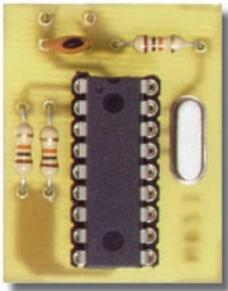

Figure 6 : Photo d'un des prototypes du circuit de commande de l'émetteur.
Tous les composants, visibles sur les figures 6 (TX) et 10 (RX), nécessaires à la réalisation de ce scrambler audio/vidéo à saut de fréquence EF.382, y compris les 2 circuits imprimés et les 2 microcontrôleurs MF382T et MF382R : 495 F.